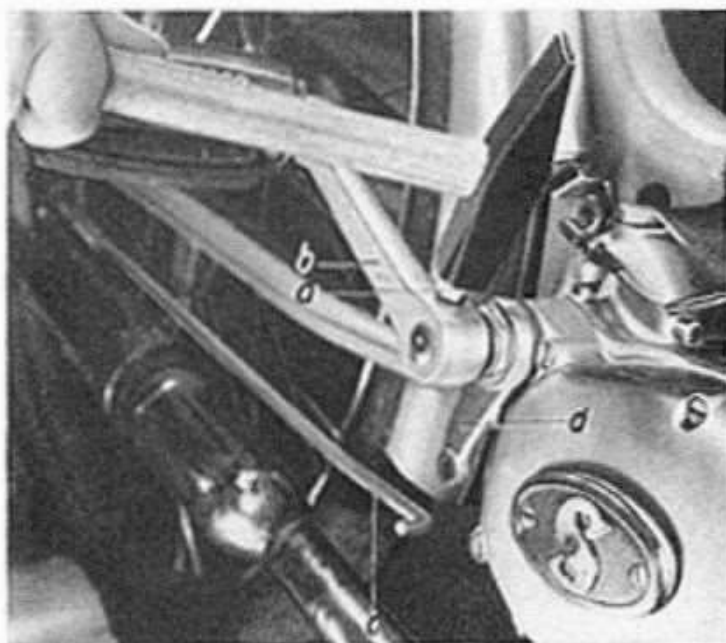

Bild 10
- 2.7 Tretkurbeln abnehmen. Mutter (a) an beiden Kurbeln lösen und etwas zurückschrauben (Schraubenschlüssel SW 10). Mit leichtem Hammerschlag die beiden Keile lockern, die beiden Muttern, Unterlagscheiben und Keile entfernen. Anschließend Tretkurbel (b) links und rechts obziehen. Bremsgestänge (c) am Motor-Bremshebel (d) nach Lösen des Splints aushängen. (Bild 10)